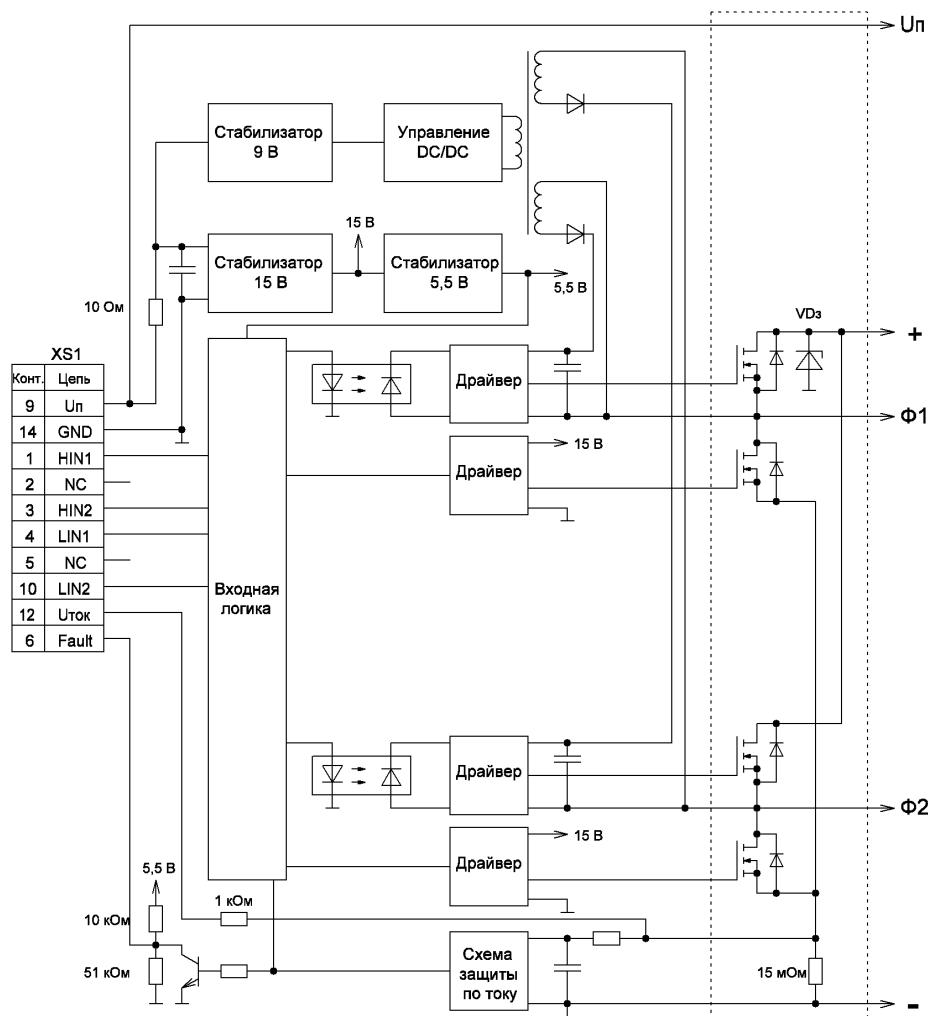
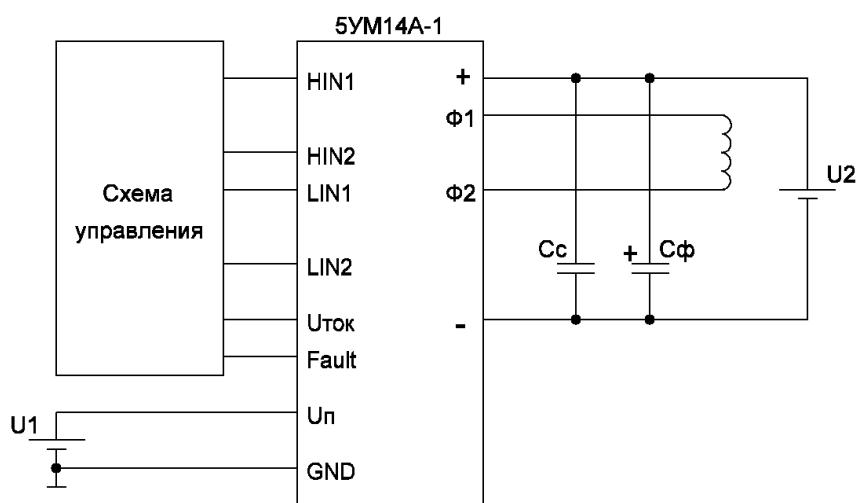

Рисунок 1.1 – Структурная схема модуля 1УМ14А-1
Рисунок 3.1 – Схема включения модуля 1УМ14А-1
3.9 Выводы «+» и «-». Выводы подключения силового питания инвертора модуля. Между данными выводами в модуле установлен ограничитель напряжения «VDз» (см. рисунок 1.1) с номинальным пробивным напряжением 150 В. Для корректной работы модуля необходима установка непосредственно на выводы «+» и «-» снабберного конденсатора «Cc» (см. рисунок 3.1) типа К73-17 номинальной ёмкостью 0,1...0,33 мкФ х 160 В. На расстоянии не более 0,2 м через провод сечением не менее 2 мм² рекомендуется установить конденсатор фильтра «Сф» ёмкостью (200...1000) мкФ.